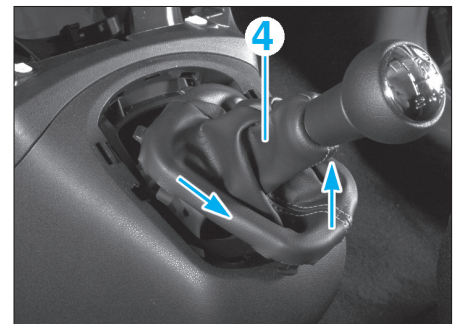

FIG. 9
- le soufflet (4) de levier de vitesses suivant les flèches (Fig.9).